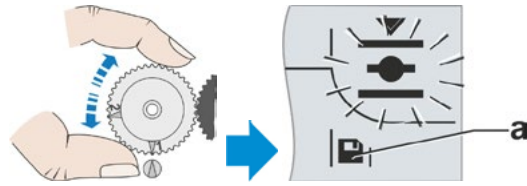

**Bild 6: Vrid centralhjulet till redskap till mittläget tills ändlägessymbolen blinkar**
- Gäller endast signalväxel: Vrid centralhjulet på signalväxeln till mittläget. Markeringarna 1 och 2 ska peka uppåt och ändlägessymbolen för valt ändläge ska blinka (bild 6).